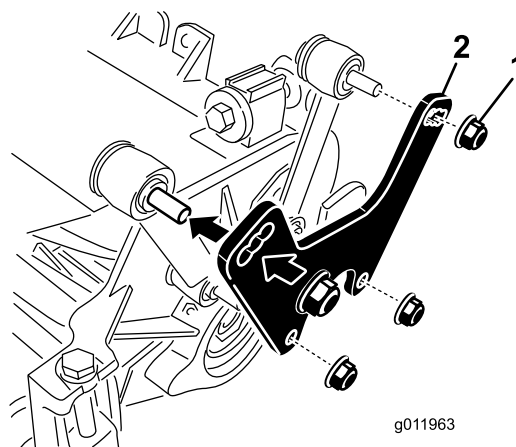

Figure 9
1. Retirez les écrous et rondelles qui fixent les biellettes de relevage à la plaque latérale du plateau de coupe et au bâti porteur (Figure 9).